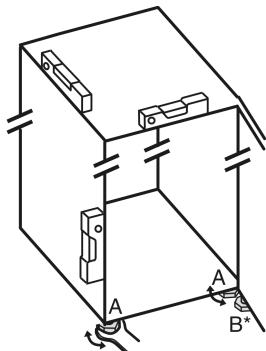

Fig. 5
- 用随附的开口扳手将垫脚 Fig. 5 (A) 借助水平仪旋出，直至稳固、平坦对齐冰箱。
- 使用随附的开口扳手旋出托架上的垫脚 Fig. 5 (B)，直至垫脚平置于地板。
- 将垫脚 Fig. 5 (B) 继续旋转 90°。